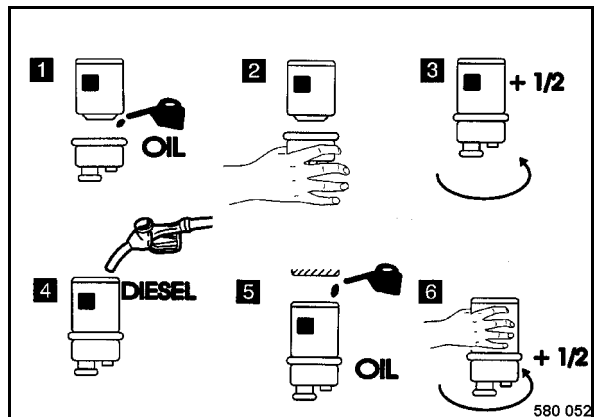

Fig. 132
- Untar la junta de goma del separador de agua 1 (Fig. 132) ligeramente con aceite.
- Enroscar el separador de agua con la mano (2) hasta la junta hace contacto.
- Apretar el separador de agua con otra media vuelta más (3).
- Llenar el nuevo cartucho filtrante con combustible diesel limpio (4).
- Untar la junta de goma del elemento filtrante (5) ligeramente con aceite y enroscarlo con la mano hasta la junta hace contacto.
- Apretar el elemento filtrante con otra media vuelta más (6).